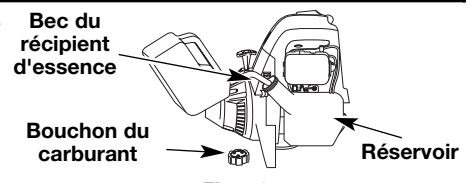

Fig. 10
1. Déposez le bouchon à essence (Fig. 10).
2. Placez le bec du récipient d'essence dans l'orifice du réservoir (Fig. 10) et remplissez celui-ci.